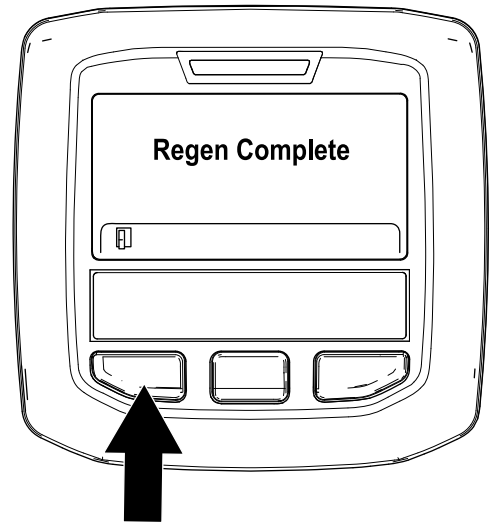

Figura 52
- La rigenerazione parcheggiata è completa quando nell'InfoCenter appare il messaggio "Rigen. completa". Premete il pulsante sinistro per uscire e tornare alla schermata Home (Figura 52).